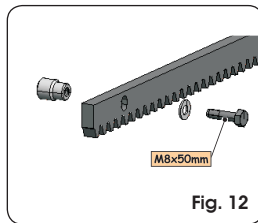
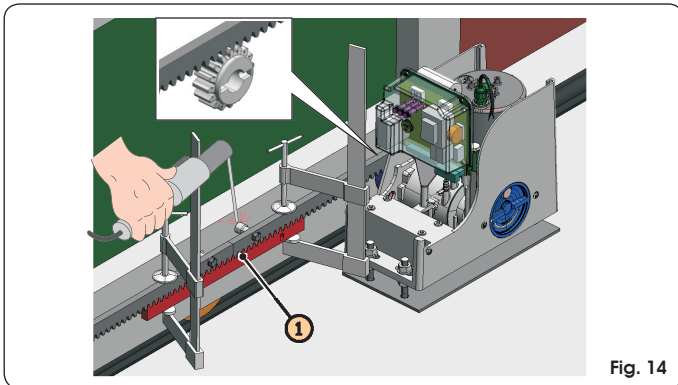

Fig. 12
Fig. 14
- ④ Das Tor mit der Hand bewegen und sicherstellen, dass die Zahnstange auf dem Ritzel anliegt und dann den zweiten und den dritten Stift verschweißen.
- ⑤ Ein weiteres Element der Zahnstange an das vorhergehende Element ansetzen und dabei ein Stück der Zahnstange verwenden, um die Zahnung der beiden Elemente abzurichten, laut Angaben in der Abb. 14, Bez. ①.
- ⑥ Das Tor mit der Hand bewegen und die drei Gewindestifte verschweißen, bis das Tor komplett abgedeckt ist.
5.4.2. ZAHNSTANGE AUS STAHL FÜR DIE ANSCHRAUBUNG (Abb. 12)
- ① Den Flügel mit der Hand in die Öffnungsposition schieben.
- ② Das erste Stück der Zahnstange auf dem Ritzel auflegen und das Distanzstück zwischen Zahnstange und Kante des Tors einlegen. Mit einer Wasserwaage sicherstellen, dass die Zahnstange eben ist und mit einem Filzschreiber die Stelle für die Bohrung anzeichnen.
- ③ Mit einem Bohrer zu $\varnothing 6,5$ mm bohren und mit Gewindebohrer M8 Nachschneiden. Den Bolzen anschrauben.
- ④ Das Tor mit der Hand bewegen und sicherstellen, dass die Zahnstange auf dem Ritzel anliegt und dann die Arbeitsgänge unter Punkt ③ wiederholen.
- ⑤ Ein weiteres Element der Zahnstange an das vorhergehende Element ansetzen und dabei ein Stück der Zahnstange verwenden, um die Zahnung der beiden Elemente abzurichten, laut Angaben in der Abb. 14 Bez. ①.
- ⑥ Das Tor mit der Hand bewegen und die Befestigungsvorgänge wie für das erste Element weiterführen, bis das Tor komplett abgedeckt ist.